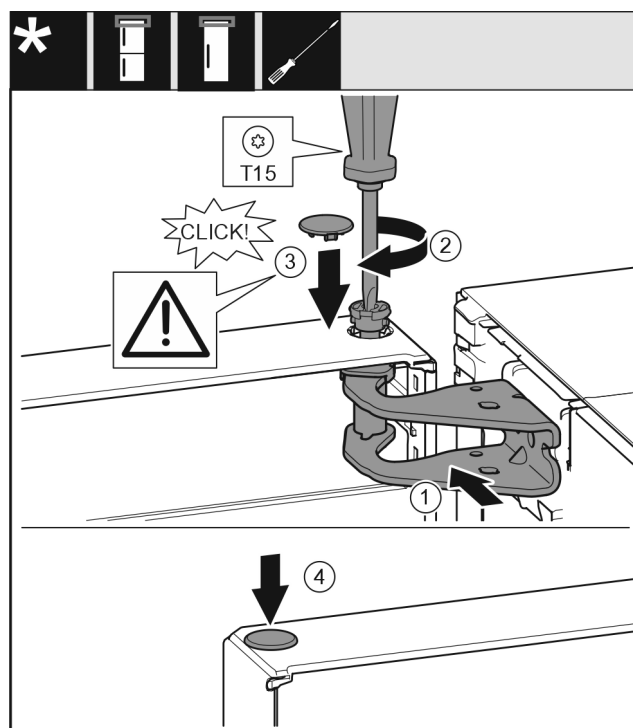

Fig. 21
- Dveře nahoře vyrovnejte s otvorem ve stojanu ložiska Fig. 21 (1).
- Vložte čep Fig. 21 (2) a pevně jej utáhněte šroubovákem.
- Nasadíte kryt Fig. 21 (3).
- Zkontrolujte, zda kryt Fig. 21 (3) doléhá na dveře.
- Nasadíte kryt Fig. 21 (4).